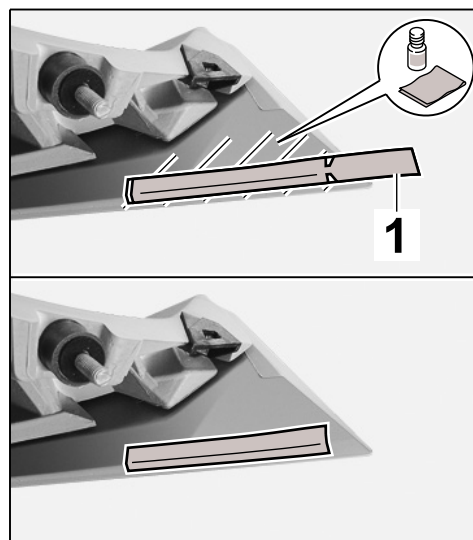

Рис. 31
- 9.9.2 Снять защитную пленку и расположить и прижать пленку на верхней части заднего спойлера с помощью язычка ⇒ *Рис. 31 -1-*. Осторожно удалить язычок.